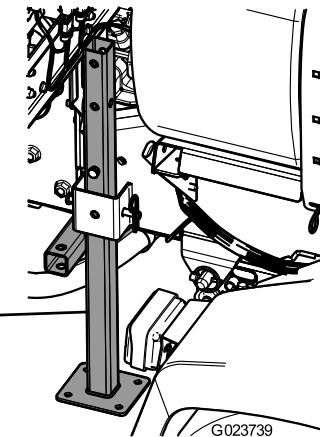

Figura 41
3. Inserite i cavalletti metallici posteriori dal basso verso l'alto nel telaio vicino ai punti di ancoraggio posteriori (Figura 41).